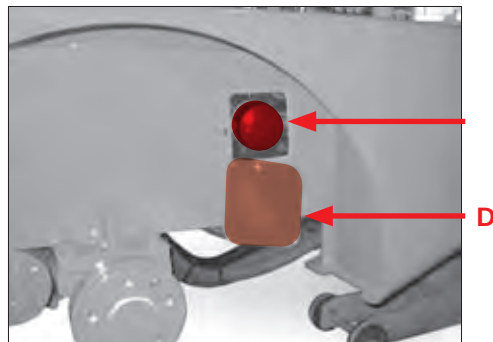

Fig. 71
5. Skru dækslet pos. D (Fig. 71) af.
Motoroliefilteret sidder på venstre side af motoren (Fig. 71).
1. Skru dækslet pos. D (Fig. 71) på igen.